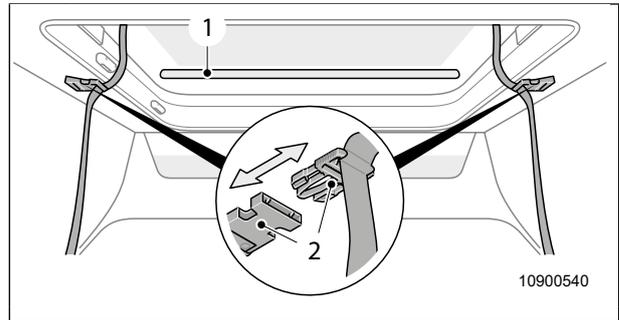

Fig. 45 Cerrar la hebilla
9. Cerrar la hebilla (Fig. 45, pos. 2) en el lado derecho e izquierdo.